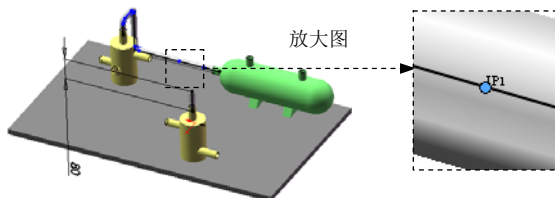

图 11.9.6 分割点
Step2. 添加尺寸。在线路的起始处添加尺寸数值 80.0，如图 11.9.6 所示。